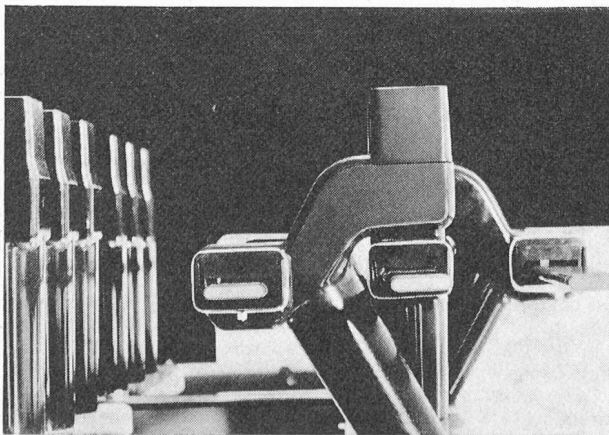

Fig. 2. — Tous les conducteurs montés fixes dans les cellules sont enveloppés par phases avec un isolement compact.
a) Tous les conducteurs et organes solidement fixés dans la cellule sont enveloppés par phase avec un isolement compact par pièces combinées (fig. 2). De cette façon, l'accès aux conducteurs particuliers (manchons, têtes de câble, etc.) n'est pas entravé, comme c'est le cas avec les parois isolantes.